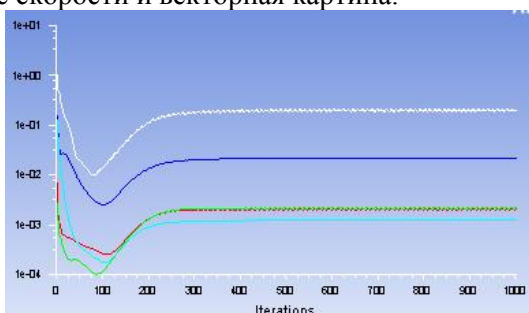
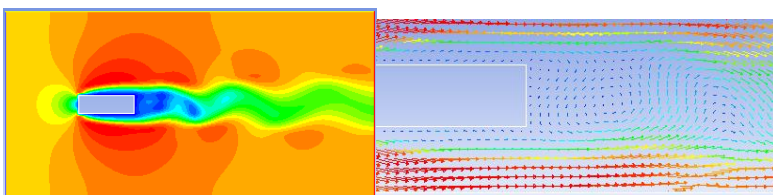

Рис. 48 - Поведение невязок при расчете на модели турбулентности *k- $\omega$  (omega) SST*
Рис. 49 - Результаты расчета на модели турбулентности *k- $\omega$  (omega) SST*
**Шаг 15.** Производится расчет с использованием модели турбулентности *k- $\omega$  (omega) SST*, которая является более «продвинутым продолжением модели *k-epsilon*. Смена модели турбулентности выполняется аналогично шагу 10, далее производится инициализация и расчёт. После расчета порядка 700 итераций невязки линеаризуются (рис. 48). На рис. 49 представлены результаты расчета: распределение скорости и векторная картина.